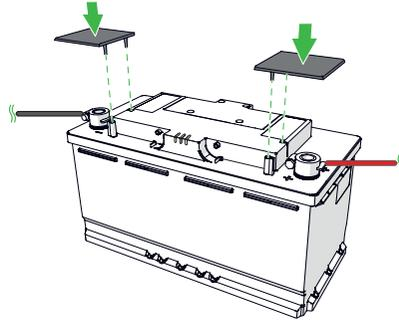

Figure 9.
5. Placer les bouchons accessoires sur les bornes. (Figure 9)